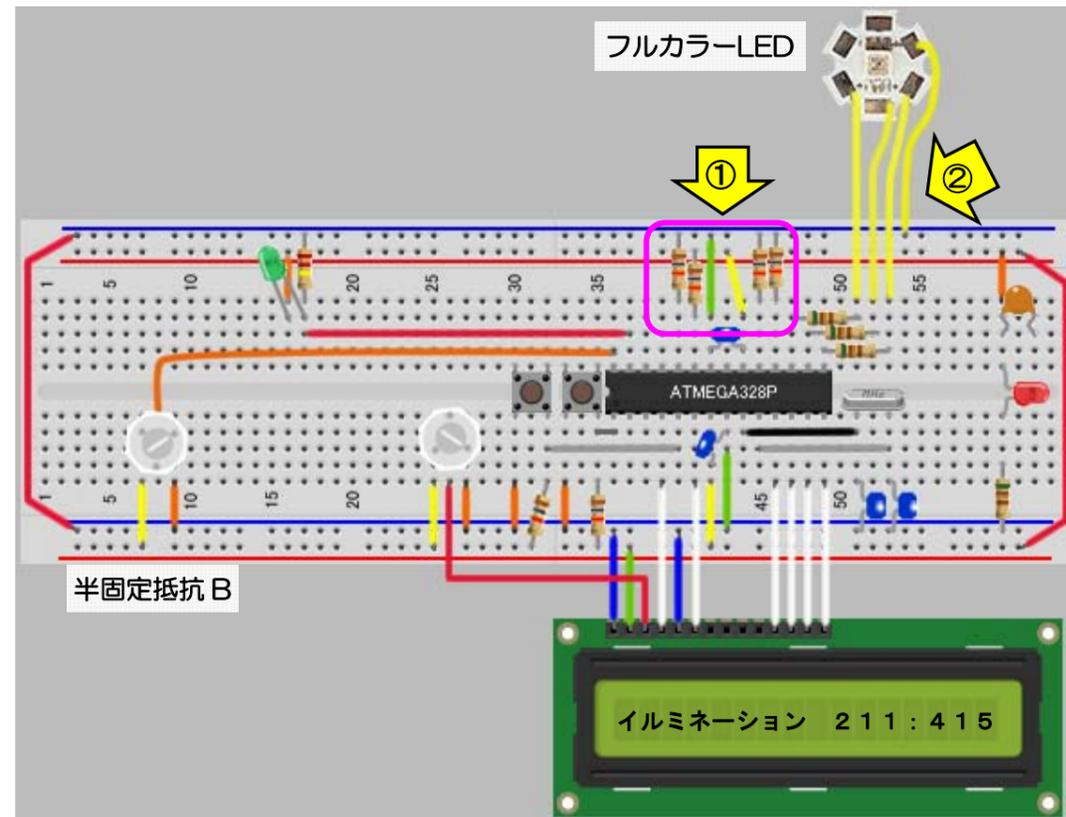

図14
- 図14-①, 抵抗器10kΩ4個の配置を図のように変えます。
- 図14-②, フルカラーLEDを図のように接続します。